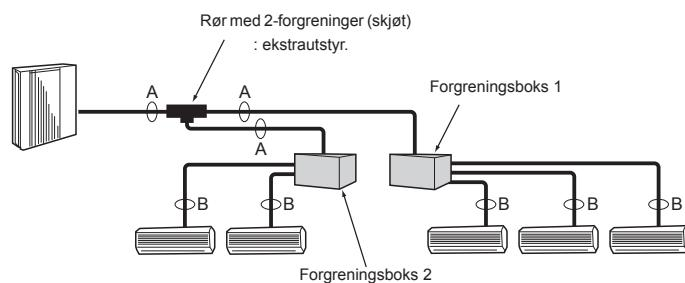

Fig. 4-4
4.3.2. Tilkobling med forgreningsboks (Fig. 4-4)